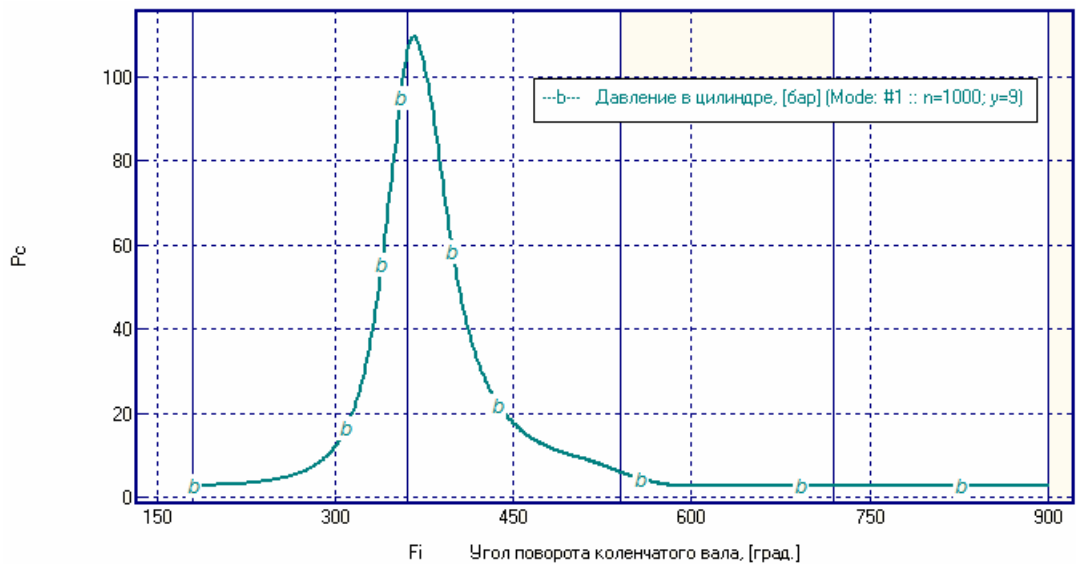
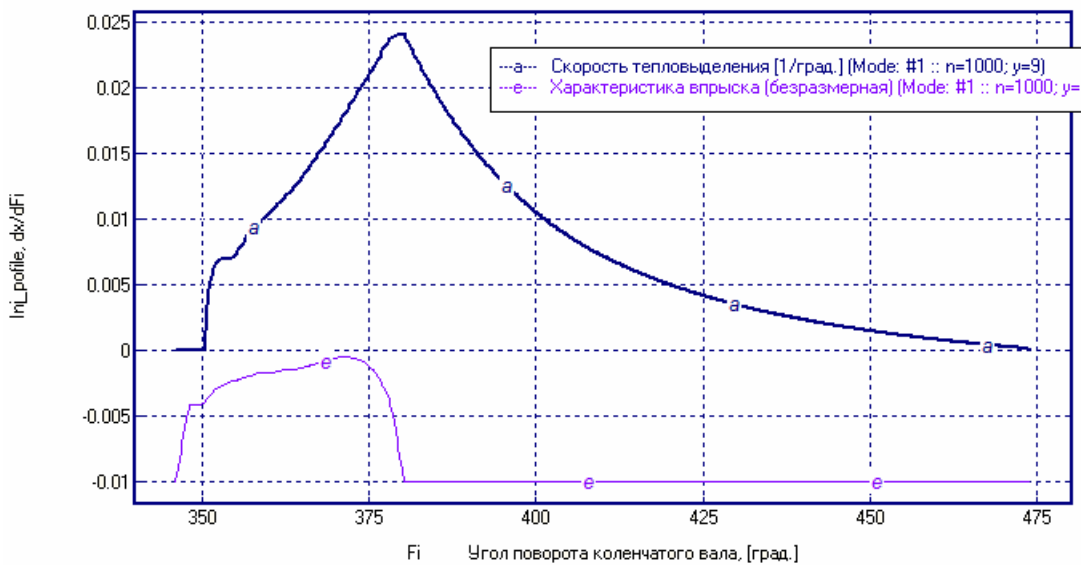

Рис. 4. Индикаторная диаграмма для режима полной мощности.
Рис. 5. Скоростей тепловыделения dx/dFi и скорость впрыска.
- Зафиксируйте в отчете полученную величину расхода топлива. Поместите графики индикаторной диаграммы, рис. 4 и графики скоростей тепловыделения dx/dFi и скорости впрыска, рис.5 в отчет о работе.